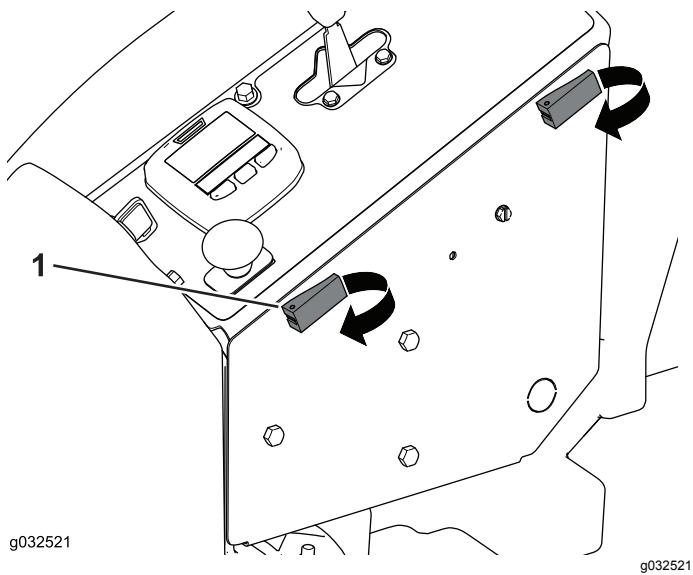

Рисунок 40
1. Откиньте натяжные защелки и откройте отделение органов управления на пульте оператора (Рисунок 40).